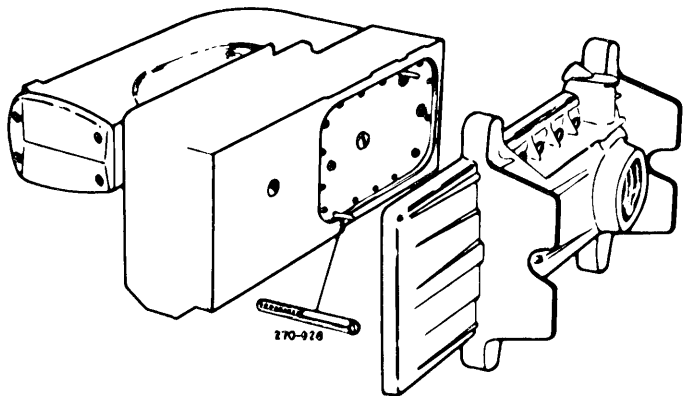

fig.15
d) Montaggio della bacinella (fig. 15)